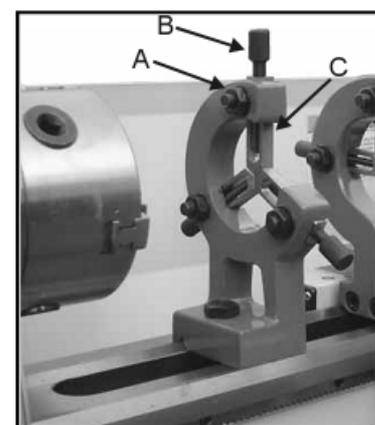

Рисунок 24
Неподвижный люнет служит опорой свободного конца заготовки-прутка со стороны задней бабки. При некоторых операциях нет возможности использовать заднюю бабку, так как она мешает производить обработку длинных заготовок, и ее приходится снимать со станка. Неподвижный люнет играет роль заднего упора и обеспечивает полную фиксацию заготовки при обработке. Неподвижный люнет устанавливается на направляющие станины и закрепляется снизу упорной пластиной. Установочные кулачки требуют постоянной смазки в местах контакта с вращающейся заготовкой, чтобы предотвратить преждевременный их износ (рисунок 24).
- Ослабьте 3 шестигранные гайки (A, рисунок 24).
- Отворачивая винты, имеющие накатные головки (B, рисунок 24), разведите подвижные кулачки (C, рисунок 24), пока они не смогут обхватить заготовку. Закрепите неподвижный люнет в нужном положении.
- Заверните винты с накатанными головками так, чтобы кулачки обжали заготовку плотно, но не препятствовали ее вращению. Затяните три гайки (A, рисунок 24). Смажьте машинным маслом точки контакта кулачков с заготовкой.